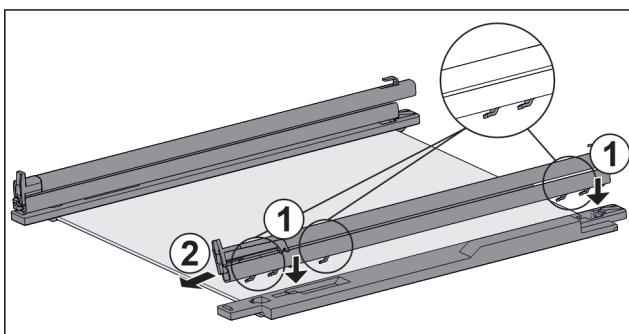

Fig. 58 Ripiano in vetro con guide e fermi
- ▶ Inserire il gancio della guida sulle aperture del **gancio** sinistro. Fig. 58 (1)
- ▶ Tirare la guida in avanti. Fig. 58 (2)
- ▶ Inserire il gancio della guida nelle aperture del **gancio** destro. Fig. 58 (1)